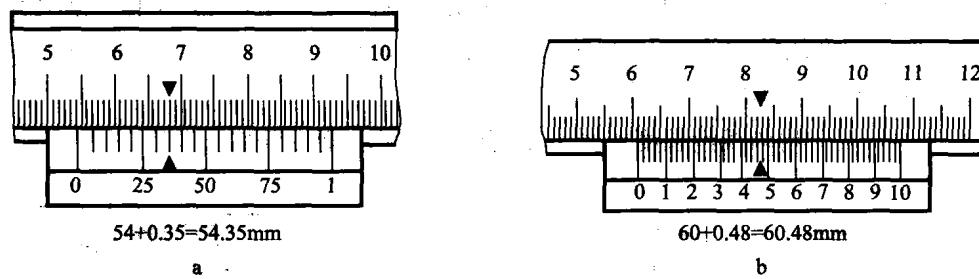

图 1-11 游标卡尺的读数
(1) 游标卡尺原理：由尺身及能在尺身上滑动的游标组成，若从背面看，游标是一个整体。游标与尺身之间有一弹簧片（图中未能画出），利用弹簧片的弹力使游标与尺身靠紧。游标上部有一坚固螺钉，可将游标固定在尺身上的任意位置。尺身和游标都有量爪，利用内测量爪可以测量槽的宽度和管的内径，利用外测量爪可以测量零件的厚度和管的外径。深度尺与游标尺连在一起，可以测量槽的深度。
(2) 游标卡尺的使用方法：尺身和游标卡尺上面都有刻度。以准确到 0.1mm 的游标卡尺为例，尺身上的最小分度是 1mm，游标尺上有 10 个等分刻度，总长 9mm，每一分度为 0.9mm，比主尺上的最小分度相差 0.1mm。量爪并拢时尺身和游标的零刻度线对齐，它们的第一条刻度线相差 0.1mm，第二条刻度线相差 0.2mm……第 10 条刻度线相差 1mm，即游标的第 10 条刻度线恰好与主尺的 9mm 刻度线对齐。当量爪间所量物体的线性长度为 0.1mm 时，游标尺向右应移动 0.1mm，这时它的第一条刻度线恰好与尺身的 1mm 刻度线对齐。同样，当游标的第五条刻度线跟尺身的 5mm 刻度线对齐时，说明两量爪之间有 0.5mm 的宽度……依此类推（图 1-11）。在测量大于 1mm 的长度时，整的毫米数要从游标“0”线与尺身相对的刻度线读出。